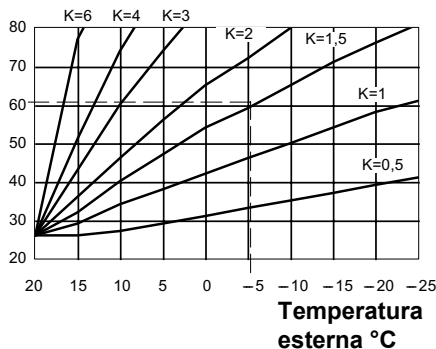

Figura 5.36 Coefficiente K con remoto.
Il coefficiente K è un parametro che innalza o abbassa la temperatura di mandata caldaia al variare della temperatura esterna. Quando si installa la sonda esterna bisogna impostare questo parametro in base al rendimento dell'impianto di riscaldamento per ottimizzare la temperatura di mandata (**Figura 5.36**).
Es. Per avere una temperatura di mandata all'impianto di riscaldamento di 60 °C con una esterna di -5 °C si deve settare un K di 1,5 (linea tratteggiata in **Figura 5.36**)
- 3 Per settare il *coefficiente K*, determinato dalla **Figura 5.36** bisogna entrare in programmazione premendo per 15 secondi il pulsante di ripristino **c**, in **Figura 5.37**. fino alla comparsa del parametro **P01** sul display LCD; sul display LCD compare la seguente
ad un massimo di **255** in base alla curva scelta del **coefficiente K** in **Figura 5.36**